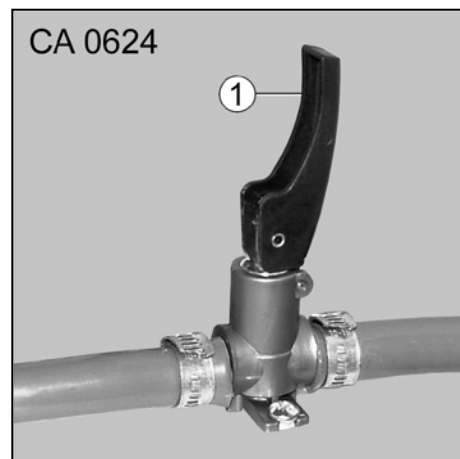

Fig. 147 Robinet de vidange du chauffe-eau
- Placer le culbuteur (Fig. 147/1) du robinet de vidange horizontalement ou verticalement. Ne pas le tordre ! Le fait de tordre le culbuteur risque d'endommager le robinet de vidange et va le rendre non étanche. En cas de non-respect, la garantie Carthago prend fin.
1. Fermer le robinet de vidange. Pour cela, placer le levier à bascule (Fig. 147/1) horizontalement.
3. Ouvrir le robinet de vidange. Pour cela, placer le culbuteur (Fig. 147/1) verticalement. Ainsi, le chauffe-eau est vidangé vers l'extérieur.